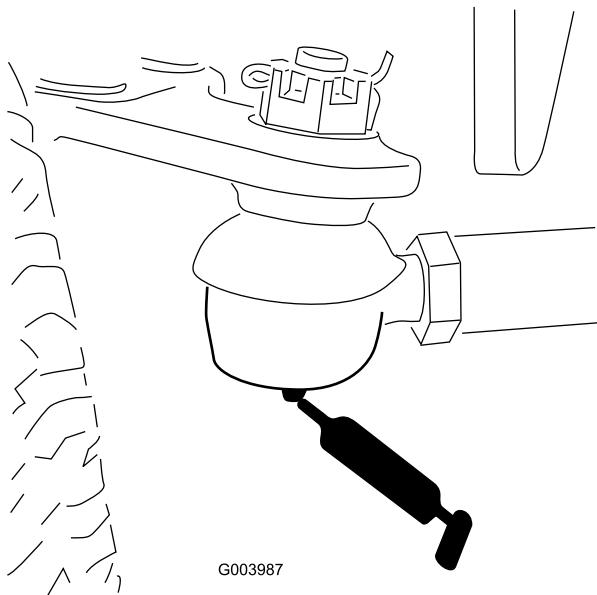

Figura 40
- Barra de ligação do eixo traseiro (2) (Figura 40)